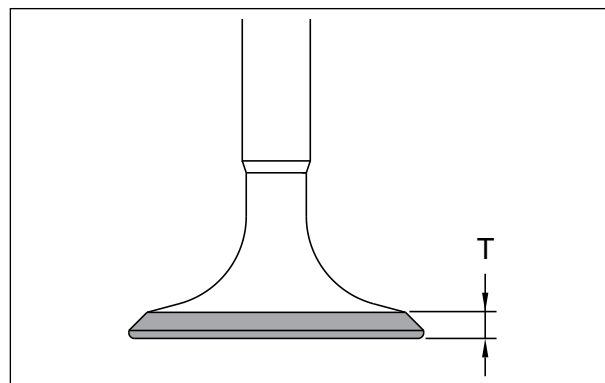

Fig. 3.65
- Meça a espessura da área de assentamento da válvula. Se a espessura for inferior ao limite de uso, substitua a válvula por uma nova. (Fig. 3.65)